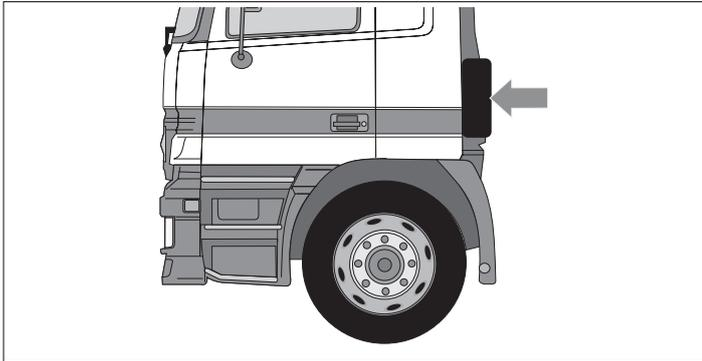

Fig. 3 Einbaubeispiel
- Die Montage ist nur an der Außenseite von Fahrzeugaufbauten zugelassen (z. B. an der Rückwand der Fahrerkabine, siehe Fig. 3).